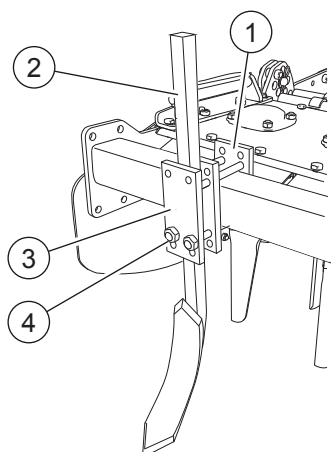

FIG. 19
Installare il supporto ancora (1, “Fig. 19”) sulla barra anteriore. Inserire l'ancora rompitraccia (2) fra le piastre (3). Regolare l'altezza dal suolo. Serrare i dadi (4).